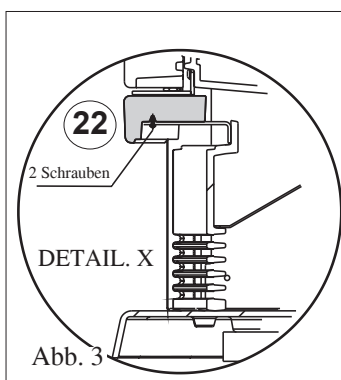

Abb. 3
- Mit dem Inbusschlüssel die Befestigungsschrauben des Sockelgitters aus Gusseisen (43) ausschrauben und dieses abnehmen.
- Die Blende (22) platzieren und sie mit den mitgelieferten 2 Schrauben M6x12 (mithilfe eines Inbusschlüssels) wie im Detail "X" angegeben, befestigen (Abb. 3).